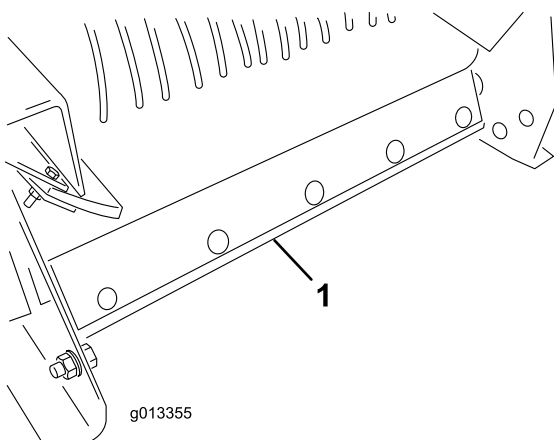

図 59
6. プロパスの後部からベルトスクレーパアセンブリを取り外す **図 59**。